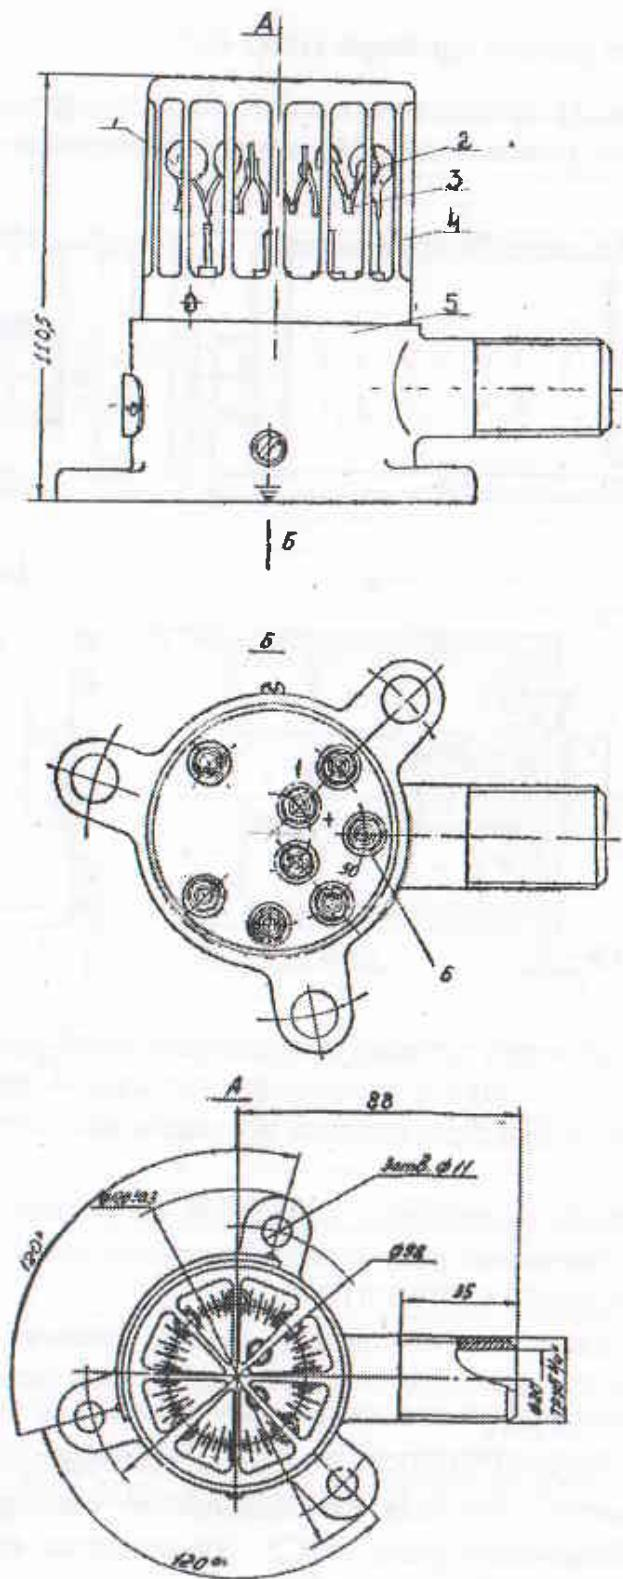

Рис.1 Извещатель DPS-038
4.1.1. Извещатель ДПС-038 (рис.1) представляет собой термобатарею (1) которая состоит из хромель-копелевых термопар соединенных последовательно. Термобатарея подпаяна к штырям (6), которые закреплены на силуминовом основании (5). Штырь на внутренней стороне основания, обозначены цифрой „1” и знаком „+”, является положительным выводом термобатареи. Штырь, обозначенный цифрой „50”, является отрицательным выводом термобатареи. Для увеличения жесткости термобатарея припаяна до восьми штырям.